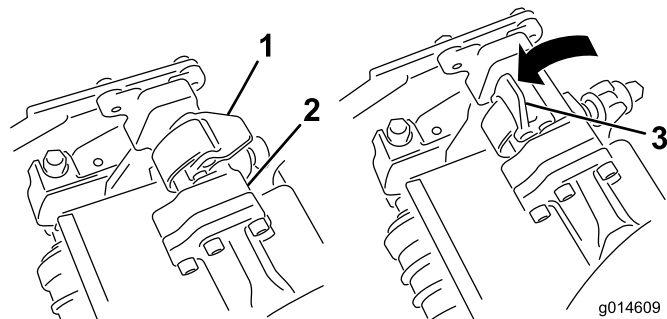
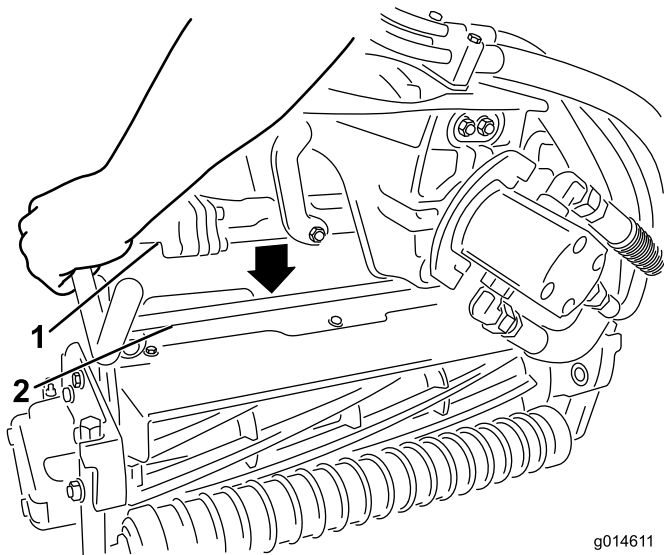

Bild 33
Bild 34
4. Die Riegel an der Aufhängearmstange müssen nach oben zeigen (d. h. offen) (Bild 33); drücken Sie den Aufhängearm dann so nach unten, dass die Stange über die Stange an der Oberseite des Mähwerks passt (Bild 34).
5. Drücken Sie die Riegel nach unten und um die Mähwerkstange und arretieren sie (Bild 33).
5. Öffnen Sie die Riegel an der Aufhängearmstange des Mähwerks, das Sie entfernen möchten (Bild 33).